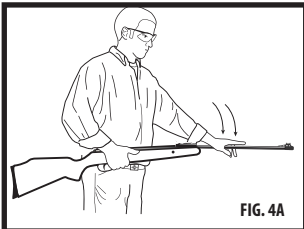

FIG. 4A
- Tryk med håndfladen kraftigt på mundingen for enden af løbet (Fig. 4A) for at eksponere laderummet.